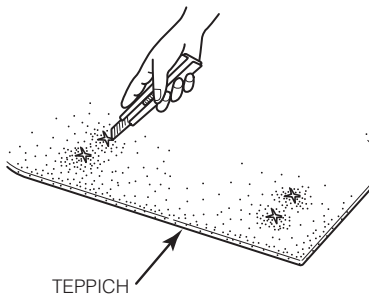

Abb. 5
- 4.** Bringen Sie die Teppichauskleidung wieder in Position und schneiden Sie an den Stellen, an denen sich die Befestigungsschrauben befinden, x-förmige Ausschnitte in den Teppich. (Abb. 5)